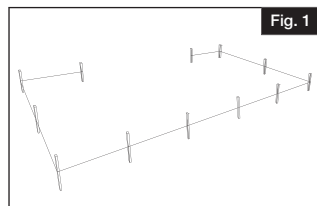

Fig. 1
- Déterminer l'emplacement de la clôture en délimitant la zone qu'on désire clôturer. Placer un pieu à chaque endroit où sera installé un poteau d'extrémité, un poteau cornier ou un poteau de barrière (Fig. 1).